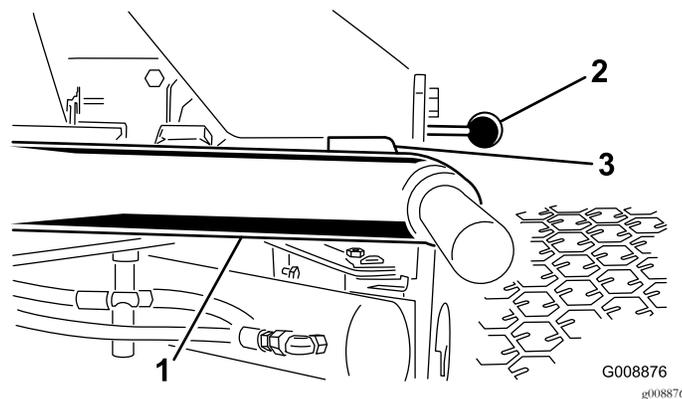

Рисунок 25
- Запустите двигатель, поднимите подъемные рычаги и убедитесь, что зазор между каждым подъемным рычагом и кронштейном панели пола составляет от 5 до 8 мм (**Рисунок 25**).